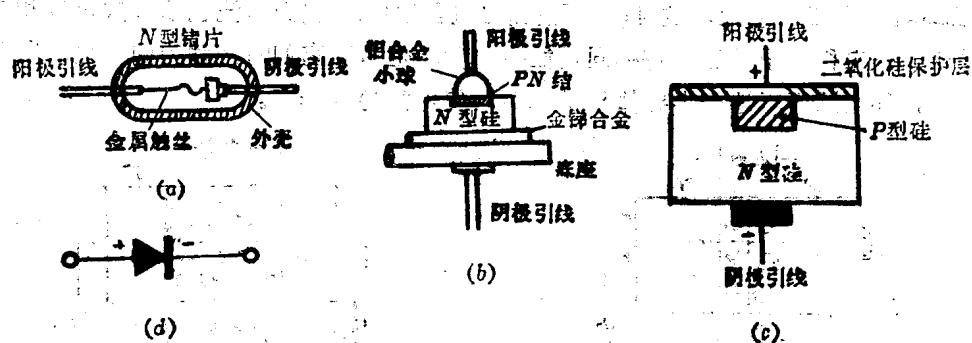

图1-14 半导体二极管的结构及符号
半导体二极管（简称二极管）是由一个PN结构成的电子器件，在PN结两端加上电极引线并用管壳封装起来，便构成一只半导体二极管。其中，由P型半导体区域引出的电极称为阳极，N型半导体区域引出的电极称为阴极。常用图1-14（d）所示的符号表示。图中箭头所指为正向电流的方向。
1. 点接触型二极管，结构如图1-14（a）所示。它的特点是PN结的面积小，只能通过较小的电流（几十毫安以下），但结电容③小，因此，主要用于高频信号的检波与小电流的整流，也用作脉冲数字电路的开关元件。
2. 面接触型二极管，结构如图1-14(b)所示。由于其PN结的面积大，可以通过较大的电流（几百毫安至几百安），但结电容大，一般不能用于高频电路，主要用于低频电路和整流电路。
3. 硅平面开关管，结构如图1-14(c)所示。它是用制造平面管的工艺制造的。这种管子的性能稳定，结面积的大小可以控制。结面积较大的管子，可以通过较大电流，适用于大功率整流。结面积较小的管子，结电容小，适用于脉冲数字电路中作开关管。